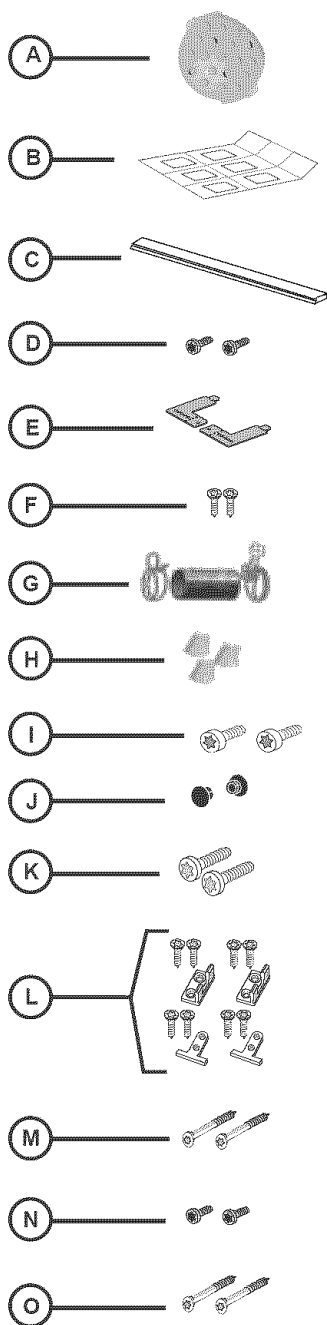

Figure 1/Illus. 1
Accessory Parts for your dishwasher will come in one or more plastic bags. Check to make sure that the parts shown in Figure 1 are included with your model (NOTE: Illustrations are not to scale). If any parts are missing, contact your dealer immediately.
- Extra Tall Item Sprinkler (Figure 1, letter A)
SHI and SHV models also have SHI/SHV Panel Installation Template Sheet (Figure 1, letter B).
SHY66 and SHX56 models also have a Cotton Insulation Strip (Figure 1, letter C).
Les pièces pour le lave-vaisselle sont dans un ou plusieurs sacs en plastique. S'assurer que toutes les pièces illustrées à la figure 1 sont comprises avec le modèle. (REMARQUE : Les illustrations ne sont pas à l'échelle.) S'il manque des pièces, communiquer avec le marchand immédiatement.
(Figure 1, lettre A)
Modèles SHI et SHV ont aussi un gabarit pour installation de panneau SHI/SHV (Figure 1, lettre B).
Modèles SHY66 et SHX56 ont aussi une bande d'isolation en coton (Figure 1, lettre C).
Los Accesorios para su lavadora se empacaron en una o más bolsas de plástico. Revise que se incluyeron con su modelo todas las piezas que se muestran en la Ilustración 1 (NOTA: Los gráficos se muestran fuera de proporción). Si faltan piezas, comuníquese al respecto inmediatamente con el vendedor.
- Una Boquilla Regadera para Piezas Extra Altas (Ilustración 1, artículo A)
Los modelos SHI y SHV también incluyen una Hoja Patrón para la Instalación del Panel (Ilustración 1, artículo B).
Los modelos SHY66 y SHX56 también incluyen una Tira Aislante de Algodón (Ilustración 1, artículo C).